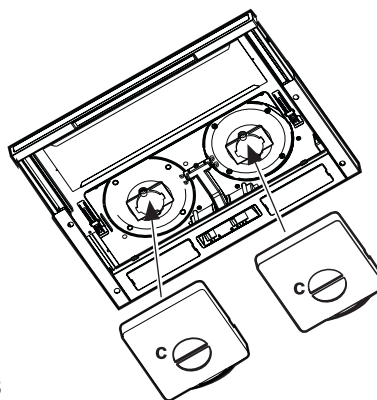

Fig. 3
5. Om fläktkåpan och köksskåpets underkanter inte är helt i linje med varandra kan du lossa på skruvarna **P** i konsolerna **E** som sitter på fläktkåpan (Fig. 3). Då går det att göra nödvändiga justeringar så att fläktkåpan och köksskåpet kommer exakt i linje med varandra. Dra därefter åt skruvarna igen.
3. Din flätkåpa kan vara utrustad med ett eller två kolfilter, beroende på vilken modell du har. Om kolfiltren redan är monterade (två monterade filter som täcker motorns skyddsgaller) och måste bytas, vrider du det mittersta handtaget (**Fig. 3 - c**) motsols så långt det går, tills filtren lossnar.
4. Om inga filter är monterade skall ett eller två kolfilter placeras på motorns skyddsgaller (två skyddsgaller - två kolfilter, ett skyddsgaller - ett kolfilter). Vrid sedan det mittersta handtaget (**Fig. 3 - c**) medsols.